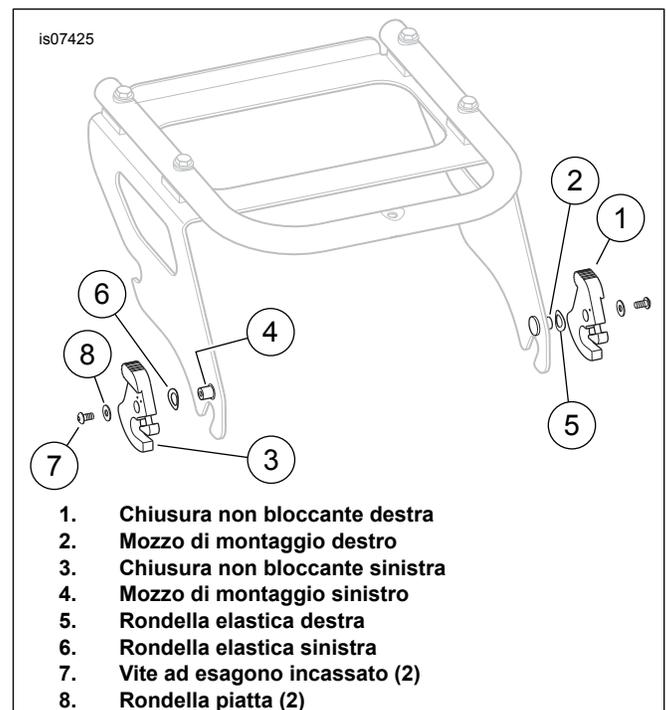
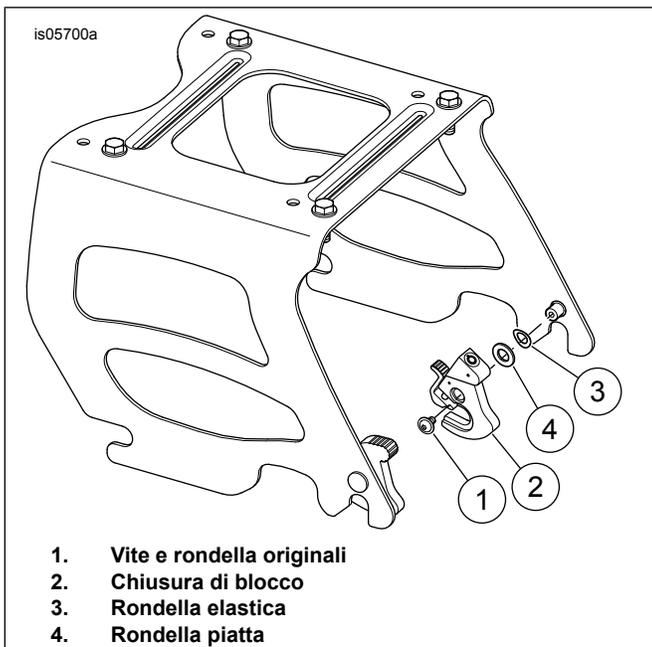

Figura 1. Scambio di chiusura (prima della configurazione di scambio illustrata)
Figura 5. Installazione interna destra
1. Vedere Figura 1 Rimuovere la chiusura non bloccante destra (1). Lasciare la rondella elastica destra (5) sul mozzo di montaggio destro (2).
2. Rimuovere la chiusura non bloccante sinistra (3). Lasciare la rondella elastica sinistra (6) sul mozzo di montaggio sinistro (4). Installare la chiusura non bloccante sinistra (3) sul mozzo di montaggio destro (2).
3. Installare la chiusura non bloccante destra (1) sul mozzo di montaggio sinistro (4).
Kit portabagagli sella biposto	Vedere Figura 1, Scambio di chiusura E Figura 5, Installazione interna destra
Portabagagli per sella biposto Tour-Pak	Vedere Figura 1, Scambio di chiusura E Figura 5, Installazione interna destra
Portabagagli per sella monoposto Tour-Pak	Vedere Figura 1, Scambio di chiusura E Figura 4, Installazione esterna sinistra
1. Vedere Figura 5 Rimuovere la chiusura non bloccante destra ed eliminarla.
2. Installare la rondella piatta (4) dal kit sopra la rondella elastica sul mozzo di montaggio destro.
4. Installare la vite e la rondella originali (1).